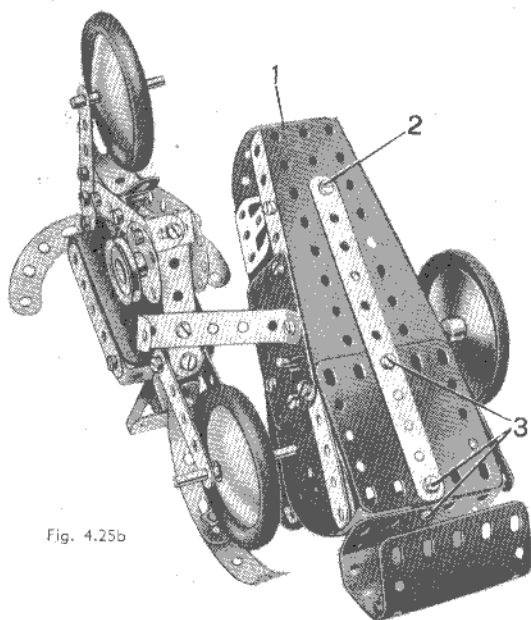

Fig. 4.25b
Le réservoir à essence est figuré par une plaque flexible de 14x4 cm, pliée en U et fixée à une bande coudée de 38x12 mm, par des équerres. Une bande de 5 trous est fixée au rebord de la bande coudée et le tout est boulonné sur la bande (4). L'embase triangulée coudée qui représente la selle est aussi reliée à la bande (4) par une équerre renversée. La bande (4) porte à son extrémité avant un support double auquel sont boulonnées deux bandes de 5 trous. Ces deux bandes sont munies de disques et réunies par un support double formé de deux équerres (fig. 4.25b).